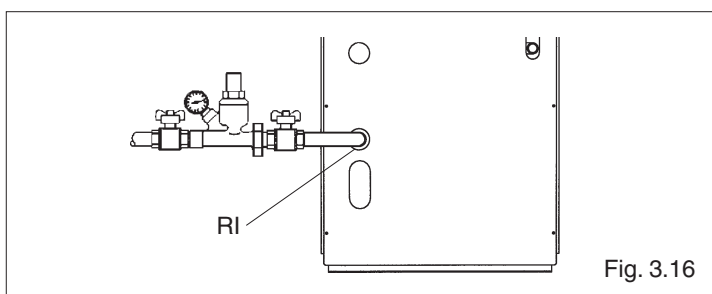

Fig. 3.16
- chiudere tutti i dispositivi dell'impianto idrico (fig. 3.16).